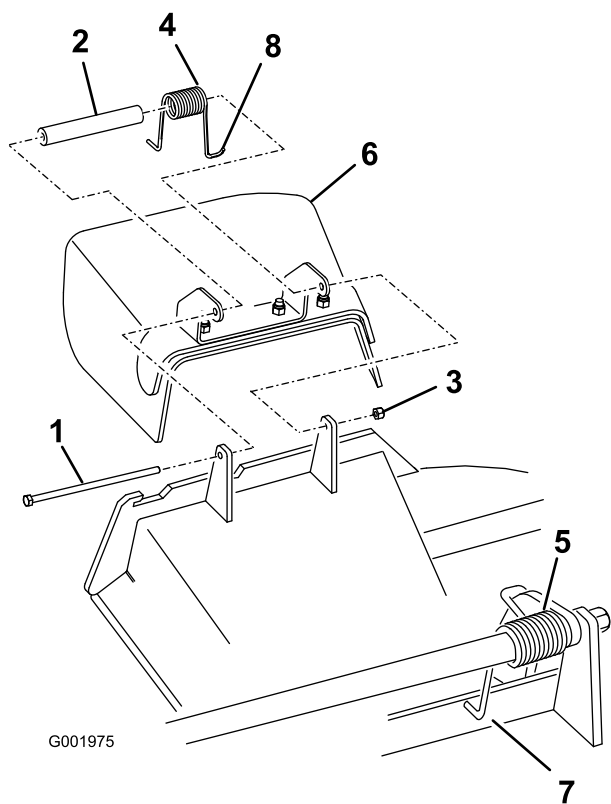

Figura 89
1. Retire la contratuerca, el perno, el muelle y el espaciador que sujetan el deflector a los soportes de pivote (Figura 89). Retire el deflector de hierba dañado o desgastado.
Nota: Asegúrese de colocar el extremo en L del muelle detrás del reborde de la plataforma antes de instalar el perno, según se muestra en la Figura 89.
- Instale el perno y la tuerca. Coloque el extremo en **J** del muelle alrededor del deflector de hierba (Figura 89).